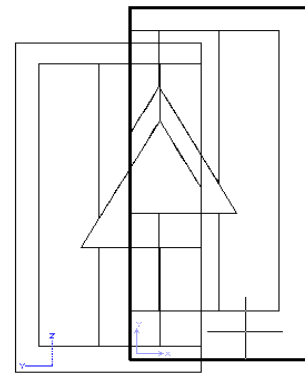

Рис.5.26
- f) на запрос указания точки на другом видовом экране сначала указателем мыши щёлкнуть по видовому экрану разреза (находится справа - рис.5.26) – он будет выделен, а затем щёлкнуть с помощью кнопки **Середина(Midpoint)**  (на панели однократной объектной привязки) середину основания призмы на разрезе (правая выделенная рамка видового экрана);